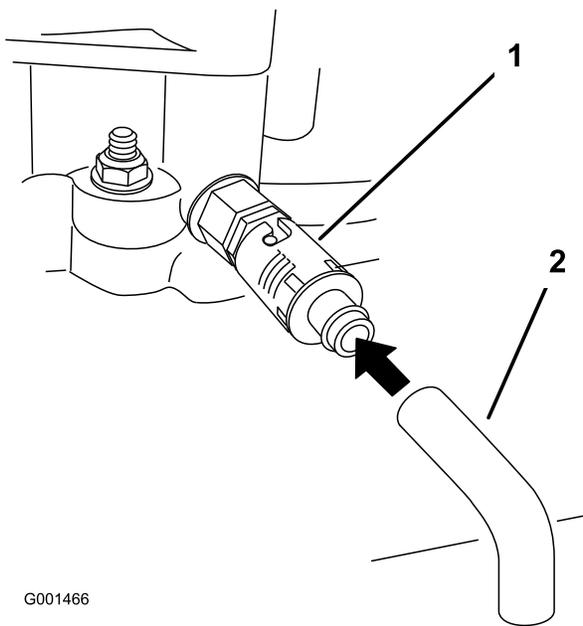

Bild 27
6. Stellen Sie eine Auffangwanne unter den Ablassschlauch. Drehen Sie das Ölablassventil, damit das Öl herauslaufen kann (Bild 27).
8. Entfernen Sie den Ablassschlauch (Bild 27).